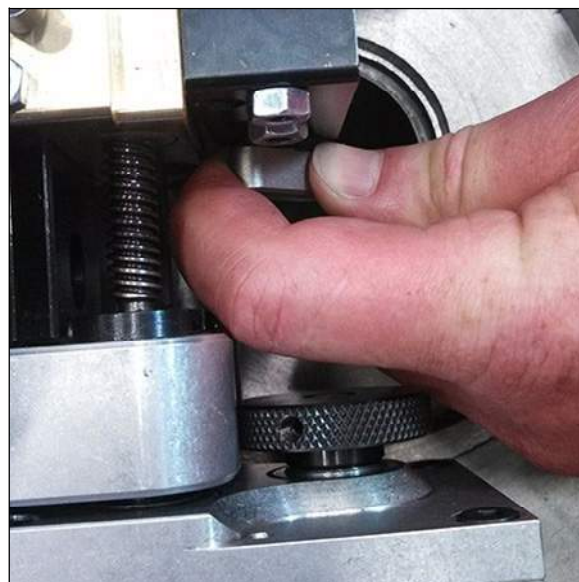

FIGURA 3-27. TORNILLO DE BLOQUEO AXIAL DE LA HORQUILLA (SE MUESTRA EN FF1200)
5. Apriete con los dedos el tornillo de bloqueo axial de la horquilla (Figura 3-27).
17. Apriete la contratuerca (consulte la Figura 3-27) en el tornillo de fijación empotrado.